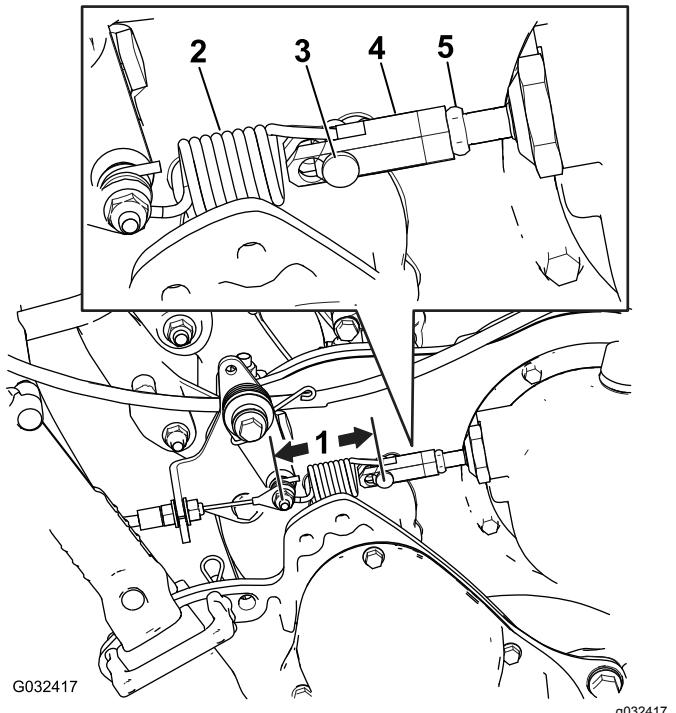

図 49
2. 走行コントロールのスプリングの両端にあるピンとピンの距離 図 49 が 7.37.6cm ない場合は、以下の手順でクラッチの調整を行う。
- B. ターンバックルについているジャムナットをゆるめてクレビスピンドルを外し、ターンバックルからスプリングを外す 図 49。
- F. 走行コントロールのスプリングの両端にあるピンとピンの距離 図 49 が 7.37.6cm になるまで、ステップ AF を繰り返す。